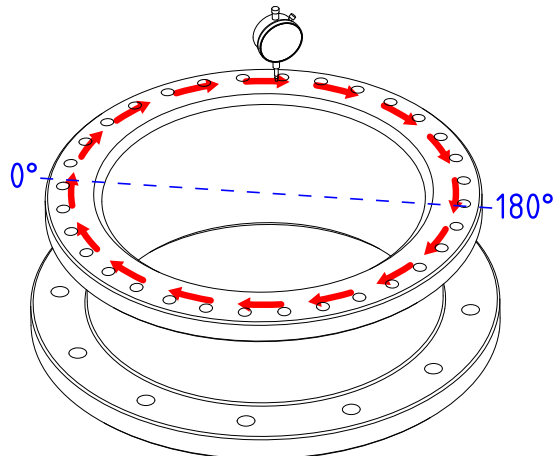

Figura 6: Método de medición de la planitud
- **Planitud.** La superficie de apoyo de la bancada debe estar mecanizada y fresada. La planitud se debe medir de forma circular (ver figura 6) en un ángulo de 180° y luego medir la otra mitad. Otro modo es en tramos de 100mm. En ambos casos el valor máximo “p” no debe exceder del valor máximo indicado en la tabla 3. El valor máximo de la planitud debe alcanzarse una sola vez en cada mitad de la circunferencia. La curva de valores medidos debería ser similar a una curva sinusoidal. Los instrumentos habituales de medición son un reloj comparador, una regla calibrada, un medidor láser o un sistema de medición tridimensional. Si realizadas las mediciones, los valores exceden de los valores indicados en la tabla 3, es necesario fresar de nuevo la superficie.